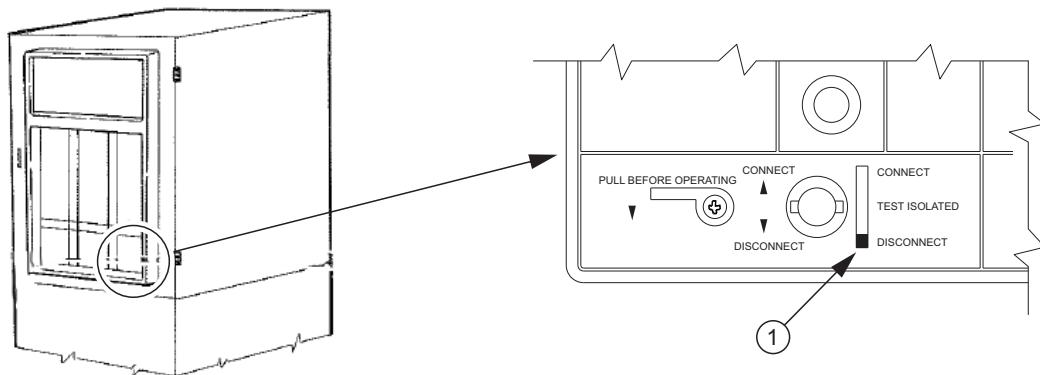

Fig. 19
Spingere la parte mobile fino all'arresto nella posizione di «disconnected» (1). In questa posizione la porta della cella può essere chiusa e l'interruttore può essere manovrato manualmente (fig. 19/20).
Push the moving part through to the stop point in the «disconnected» position (1). In this position, the compartment door can be closed and the circuit-breaker operated in the manual mode (fig. 19/20).
Den beweglichen Teil bis zum Anschlag in der Position «disconnected» (1) schieben. In dieser Position kann die Schaltfeldtür geschlossen und der Leistungsschalter von Hand geschaltet werden (Abb. 19/20).
Pousser la partie mobile jusqu'en butée dans la position de «disconnected» (1). Dans cette position la porte du compartiment peut être fermé et le disjoncteur peut être manœuvré manuellement (fig. 19/20).
Empujar la parte móvil hasta el bloqueo en la posición de «disconnected» (1). En esta posición resulta posible cerrar la puerta de la celda y maniobrar el interruptor manualmente (fig. 19/20).